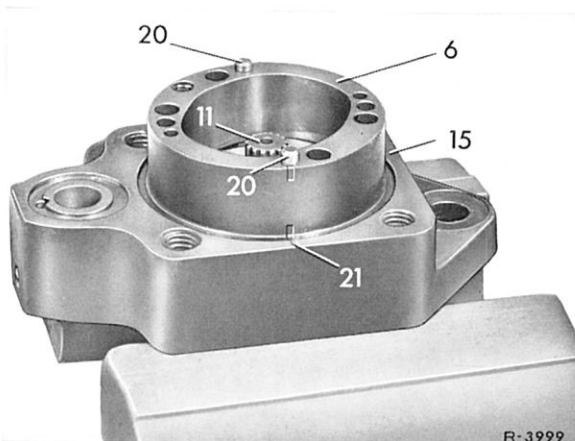

Bild 46–22/8
15 Läufer (7) so auf die Antriebswelle (11) auflegen, daß die angesenkte Seite der Keilnutenbohrung zum Gehäusedeckel zeigt (Bild 46–22/7).
16 Kurvenring (6) so auf die Paßstifte (20) aufstecken, daß die angebrachten Markierungen (21) am Gehäusedeckel und am Kurvenring übereinstimmen (Bild 46–22/5).